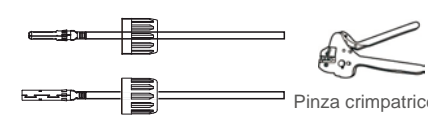

Figura 5.15 Crimpatura dello spinotto al cavo
3. Crimpare lo spinotto al filo utilizzando una crimpatrice adatta (vedere figura 5.15).